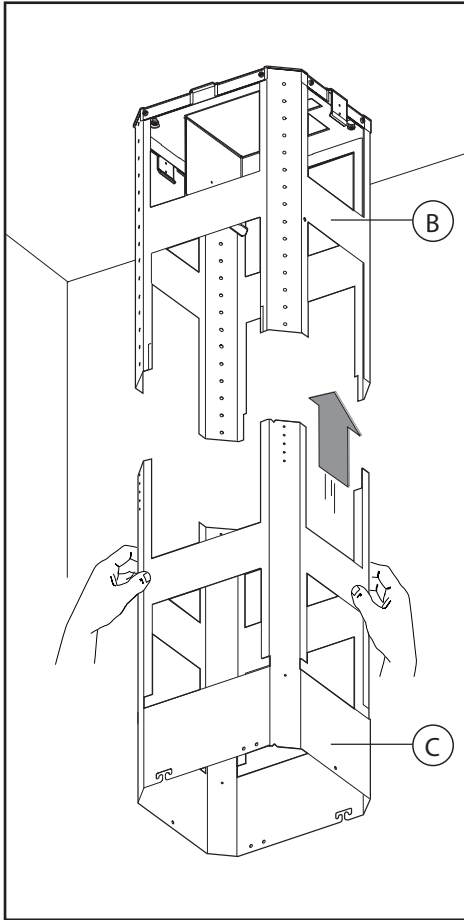
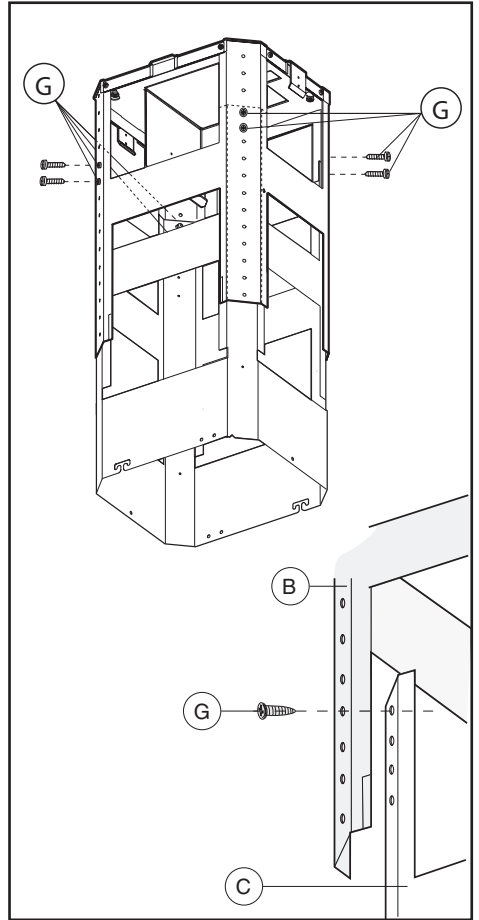

Fig.5
Fig.6
- Prendere la parte inferiore della struttura telescopica **C** ed inserirla su quella superiore **B** (Fig.5). Regolare l'altezza desiderata facendo riferimento alle quote indicate in Fig.14 e bloccarla mediante le 8 viti **G** in dotazione (Fig.6).